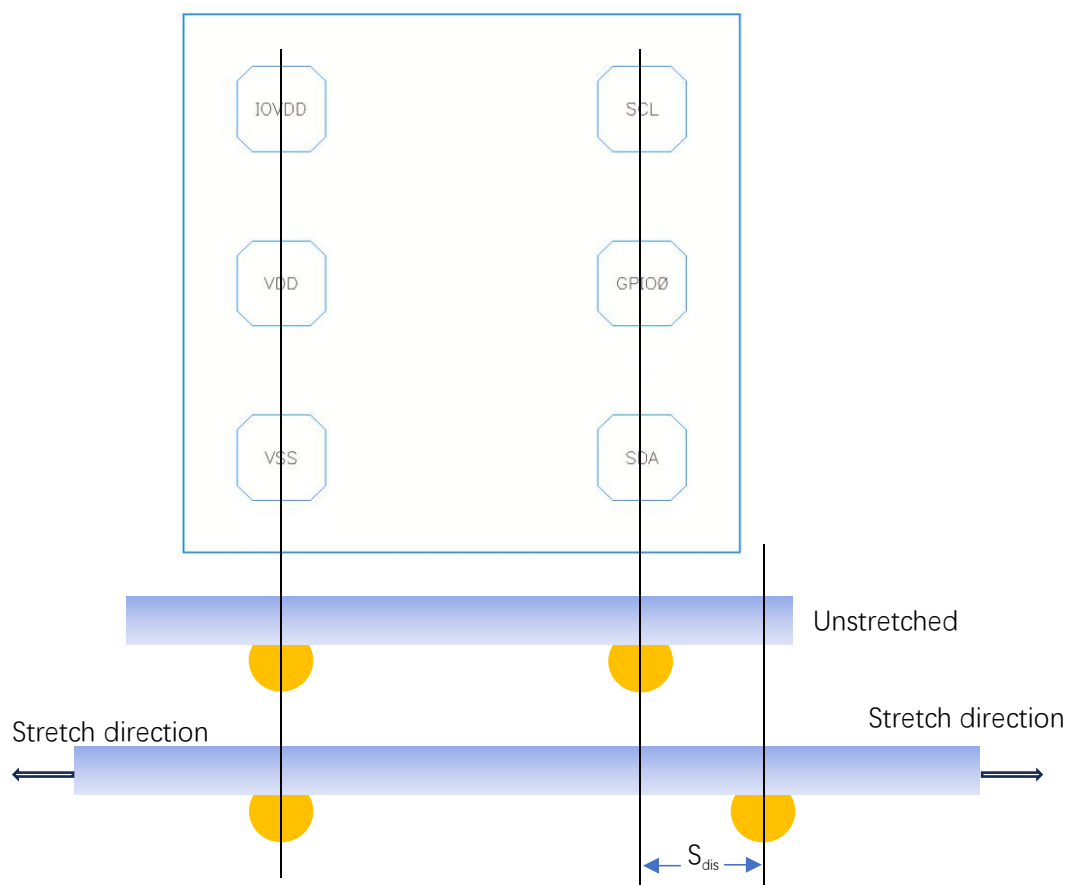

图 2 拉伸距离示意图
(1) 典型值为 MEMS 传感器仿真值。
(2) 拉伸距离 S_{dis} 指的是芯片均匀拉伸时两排 Pad 之间的拉伸距离, 见图 2 所示。